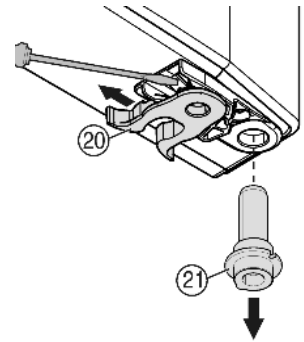

Fig. 10
- ▶ Federklemme *Fig. 10 (20)* umsetzen: Rastnase runterdrücken, Federklemme darüber hinweg abziehen.
- ▶ Lagerbolzen *Fig. 10 (21)* aus der Türbuchse herausziehen und zusammen mit der Scheibe auf der Gegenseite einsetzen. Die Rastnase muss zur Innenseite der Tür zeigen, die Kerbe zur Außenseite.
- ▶ Tür unten einschwenken und den Lagerbolzen *Fig. 10 (21)* in den Lagerbock einsetzen. Ggf. den Lagerbolzen drehen, so dass er einrasten kann.